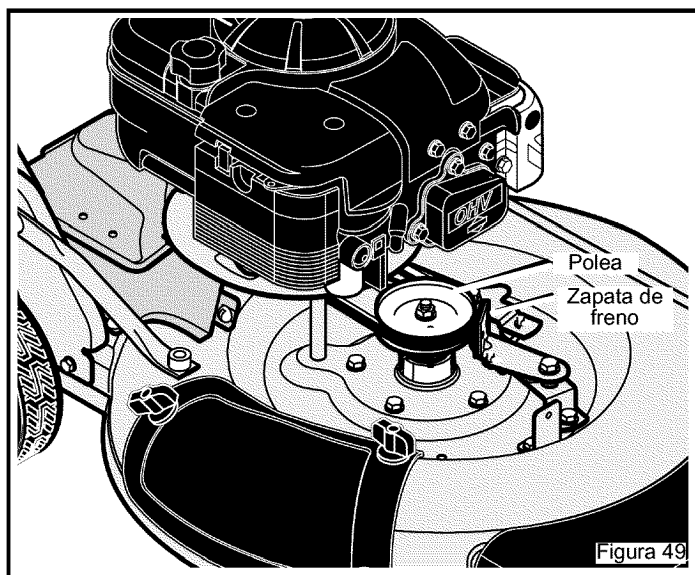

Figura 49
8. Revise en funcionamiento del freno de la cuchilla. Gire la polea con la mano. Compruebe que la **zapata de freno** presiona firmemente contra la polea (Figura 49).